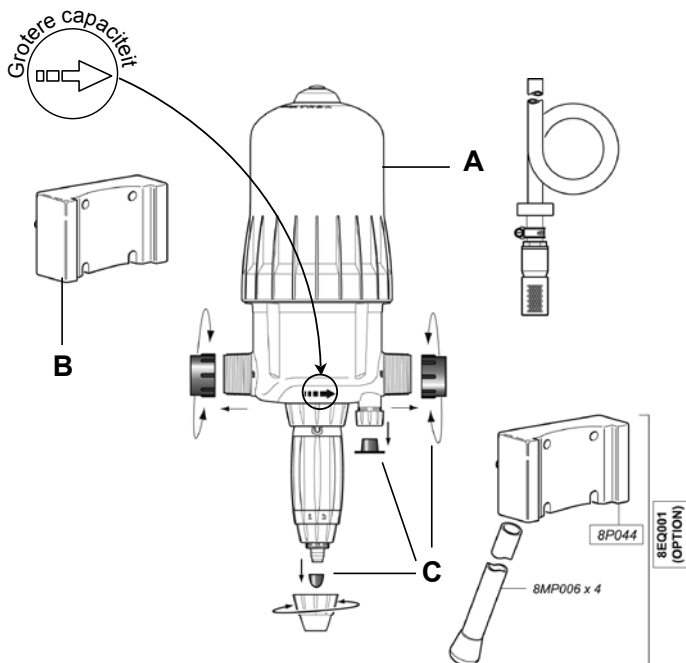

Fig. 1
- Monteer de zwaluwstaarten van de Dosatron (**Fig. 1-A**) op de muursteun (**Fig. 1-B**).
- Bevestig de DOSATRON in de steun door de nokjes (**Fig. 1-C**) op de plastieklem in de gaten van de steun te klikken..